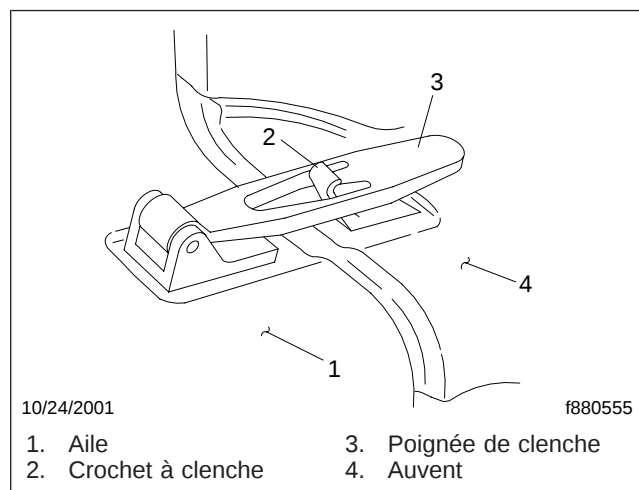

Fig. 2.7, Loquet de retenue du capot
2. Dégagez les deux loquets de retenue du capot en tirant leurs extrémités vers l'extérieur. Voir la figure 2.7.